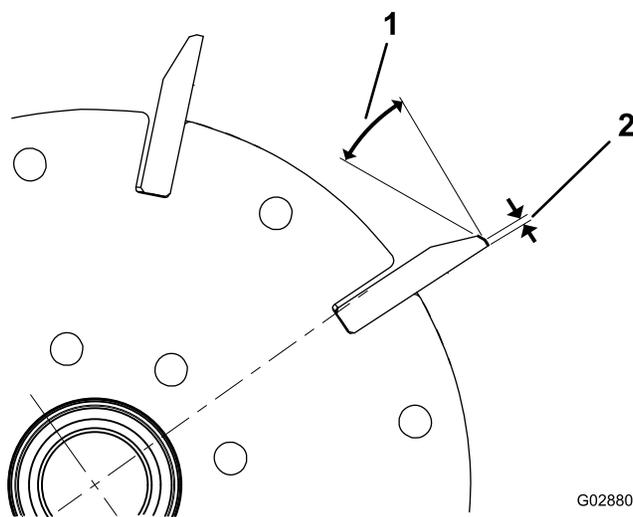
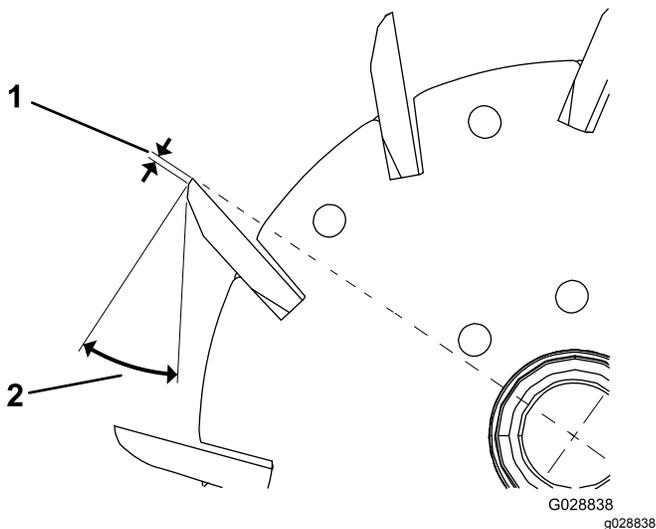

図 13
図 14
1. 全部のリール刃に 30° の角度で2番削りを行って、ランド部の幅を 1.3 mm にしてください 図 13 と 図 14。